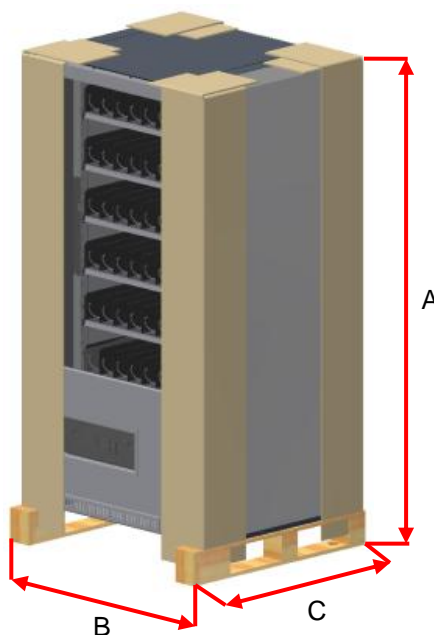

Fig. 3.1
- Gebruik een transpallet/lift truck met minimum 400Kg. draagvermogen De houten basis (A) laat toe aan de 4 zijden het toestel op te liften (fig. 3.1).